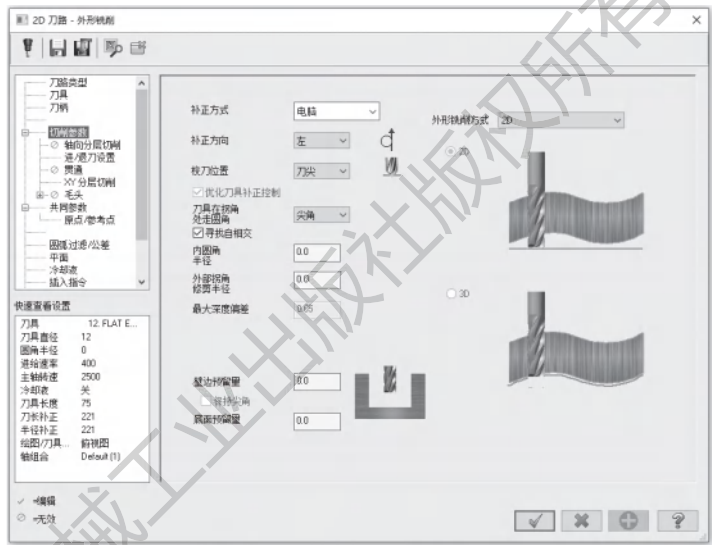

图 8-21 设置切削参数
3) 打开【切削参数】选项卡, 设置【补正方式】为【电脑】,【补正方向】为【左】,【外形铣削方式】为【2D】,【壁边预留量】和【底面预留量】为 0.0mm, 其他参数按默认设置, 如图 8-21 所示。